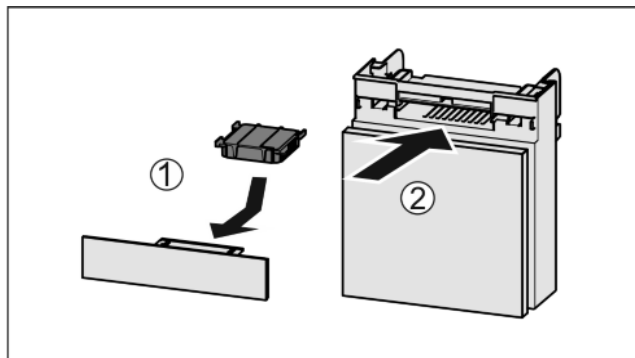

Fig. 65
- ▶ Wkładać Fig. 65 (1) filtr z węglem aktywnym zgodnie z ilustracją.
- ▶ Wsunąć komorę Fig. 65 (2).